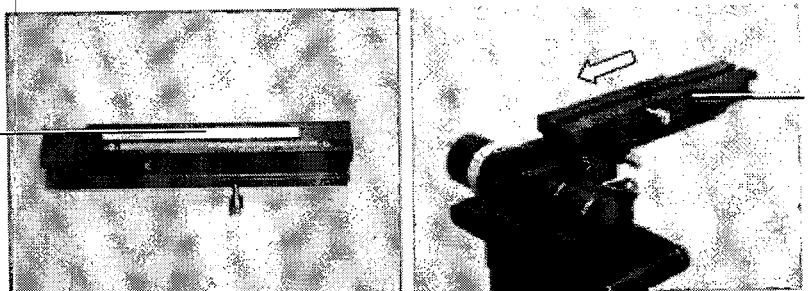

FIG. B-6: ATTACH MAGNET STRIP (LEFT); INSERT SLIDER (RIGHT)
9. Retire la cinta de la tira del imán autoadhesivo (Fig. B-6, a la izquierda, el punto 1), y pegue la cinta magnética en la parte inferior de la barra de desplazamiento en el área de corte.
10. Inserte la corredera (Fig. B-6, a la derecha) de nuevo en su posición.